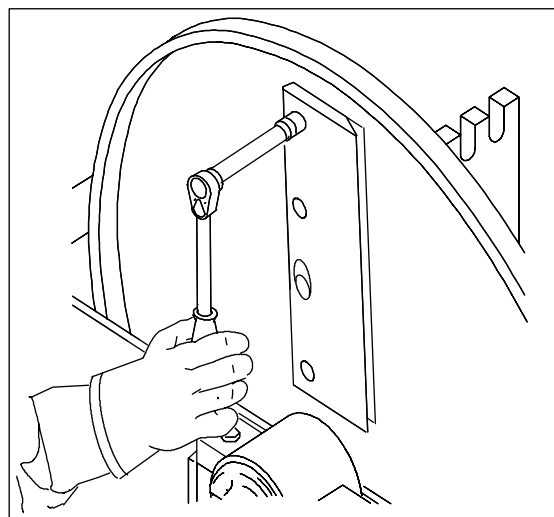

Fig. 21 Løsne knivskruene
2. Løsneknivskruene (M10). Vriverktøyet i retning at hendene ikke treffer knivene hvis taket glipper. Fig. 21